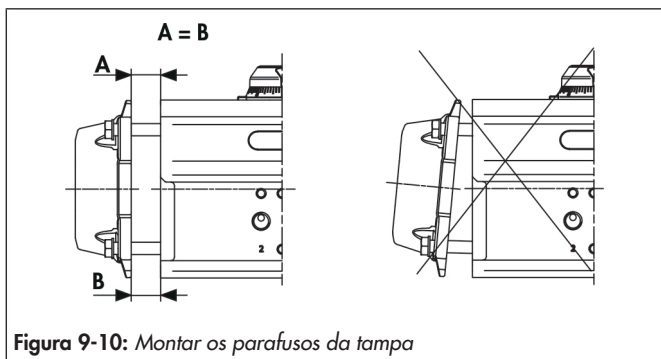

Figura 9-10: Montar os parafusos da tampa
- ⇒ Montar a tampa e manter uma distância constante (A = B) entre o corpo do atuador rotativo e a interface da tampa, ver Figura 9-10.